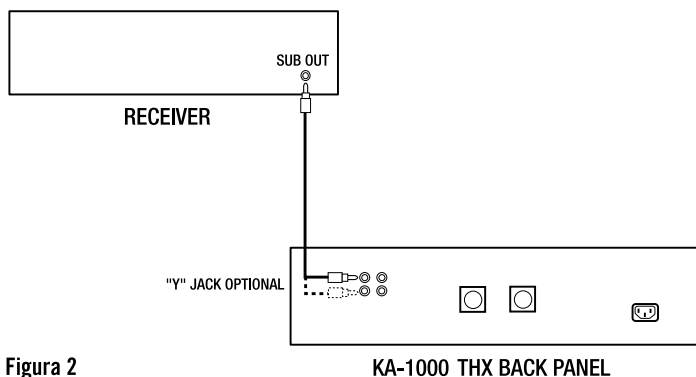

Figura 2
**Conexão de receiver ou processador surround digital / THX** — Os receivers e processadores surround digitais Dolby Digital® e DTS® de hoje, bem como todos os modelos com certificação THX, têm saídas de nível de linha de subwoofer e crossovers de subwoofer embutidos. Se o sistema utilizado tiver este tipo de configuração, quase sempre será melhor usar o KA-1000 THX com a chave THX na posição "On" (Ativada). Isto contornará os controles de crossover e de nível. Conecte a saída de subwoofer do receiver ou processador a um ou ambos os conectores fêmea do KA-1000 THX (Figura 2). Use um cabo de interconexão de subwoofer de alta qualidade blindado, de comprimento adequado, com conectores RCA machos nas duas extremidades. O revendedor pode ajudá-lo a selecionar um cabo adequado.